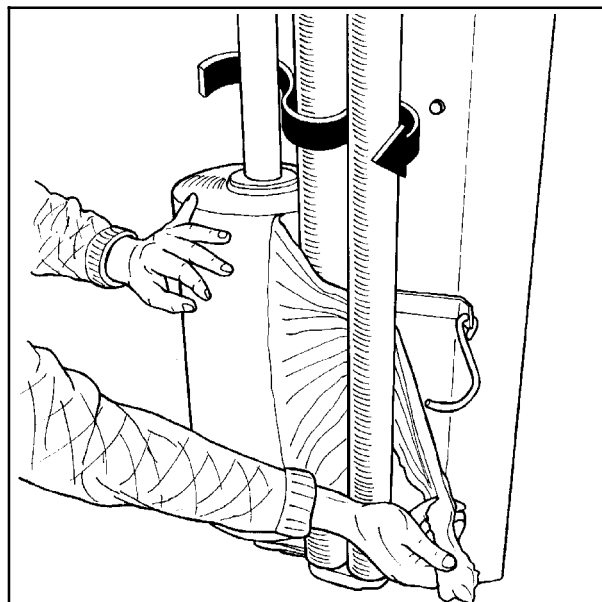

Fig. 6-2
6.3 Tre plasten mellom rullene på forstrekkeren etter pilens retning. (Se fig. 6-2).